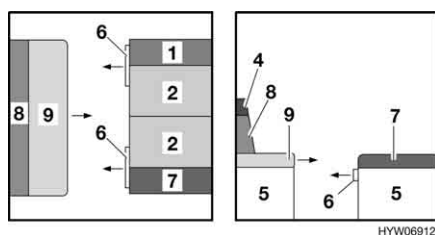

Fig. 100 Durante la trasformazione
- Estrarre la prolunga del cassone letto (Fig. 100,6) da entrambi i cassoni della dinette centrale fino all'arresto.
- Sollevare leggermente il divano (Fig. 100,9) ed estrarlo fino all'arresto.
- Sfilare il cuscino aggiuntivo (Fig. 100,4) dal cuscino dello schienale (Fig. 100,8). Il cuscino aggiuntivo è fissato a quello dello schienale tramite un nastro in velcro e può essere staccato con facilità.